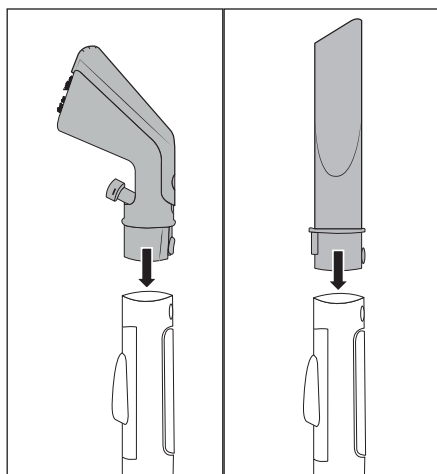

Fig. 3
- ◆ Enfichez l'embout meubles **22** ou l'embout plat **29** dans le flexible de pulvérisation/aspiration **19**, jusqu'à ce que la touche de verrouillage **25**/**32** s'enclenche (voir fig. 3).